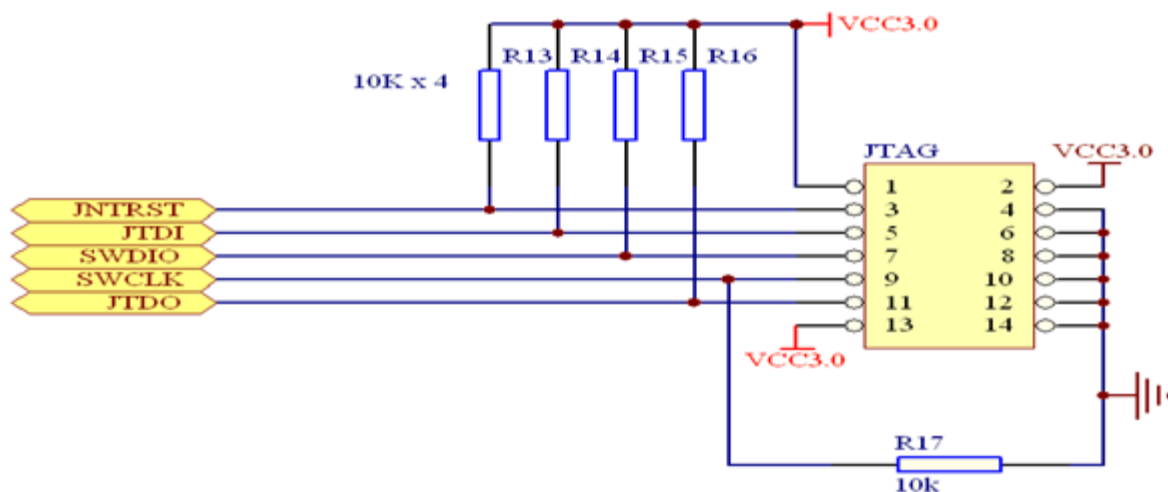

图 1-2-4 JTAG接口电路
- OpenM3V开发板采用标准14脚JTAG仿真调试接口。14脚JTAG仿真调试接口信号定义与STM32F103VB连接如图1-2-4所示。注意，当用户不使用JTAG口，而是作为普通IO口使用时，要注意其口线上的上拉和下拉电阻的影响，当然也可以焊下这些电阻不用。